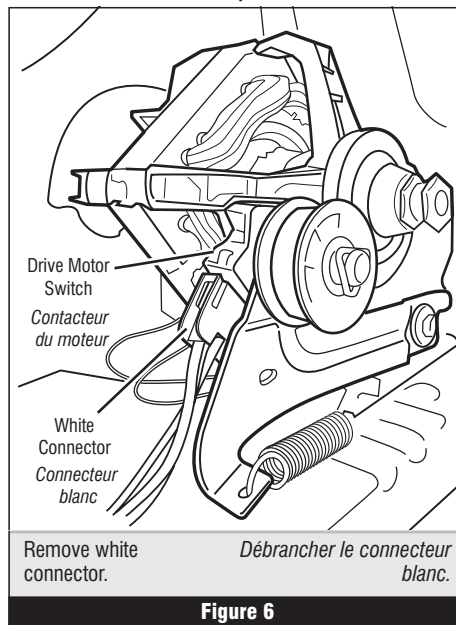

Figure 6
6. Remove the white connector from the drive motor switch. See figure 6.
6. Débrancher le connecteur blanc du contacteur du moteur. Voir figure 6.